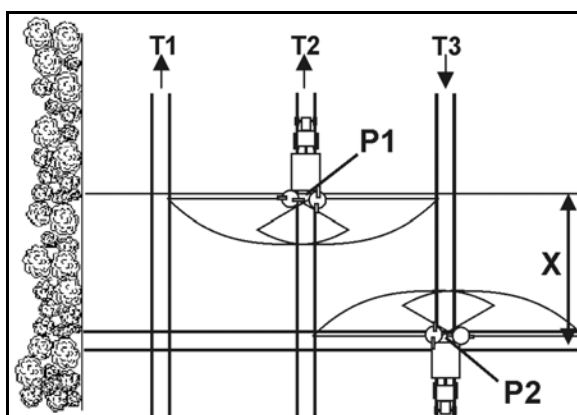

图 46
- 如果撒播盘距田地边车道的距离为 X，驶入车道 P1 点 (图 46) 时滑门打开。
- 如果撒播盘位于田地边第一车道的高度，驶离车道 P2 点 (图 46) 时关闭滑门。